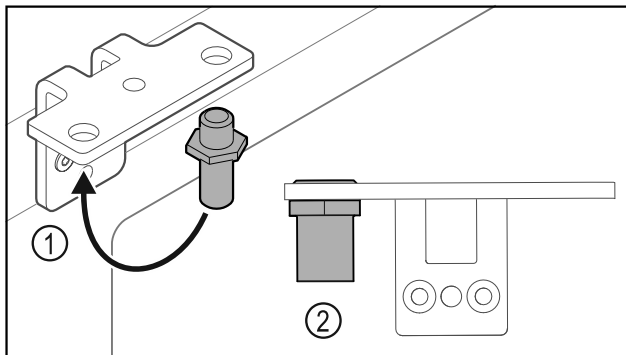

Fig. 24
- ▶ Μεταφέρετε τον πείρο Fig. 24 (1) στη γωνία μεντεσέ.
- ▶ Σφίξτε τον πείρο Fig. 24 (2) με **ροπή 12 Nm**.